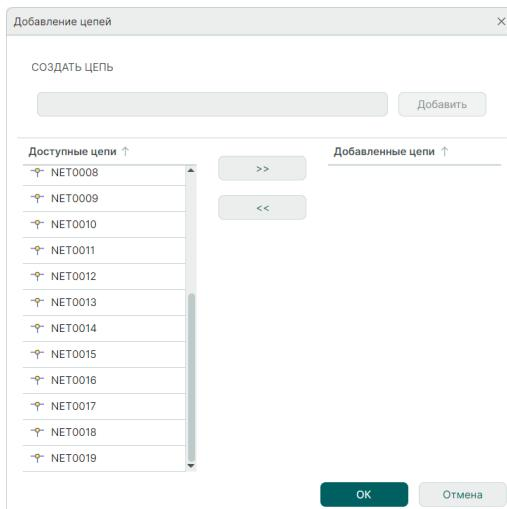

Рис. 175 Окно «Добавление цепей»
- 1) В окне редактора цепей шины в режиме «Список» нажмите кнопку «Добавление цепей». Откроется окно «Добавление цепей», см. Рис. 175.